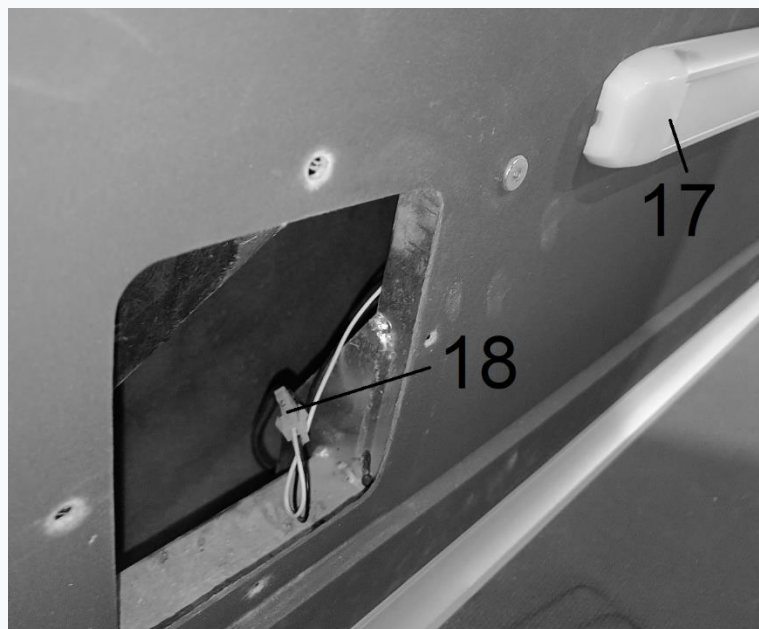

Рис. 6.12 Кріплення внутрішньої підсвітки причепа (18 – роз’єм, 17 – ліхтар підсвітки причепа)
- необхідно від'єднати контакт(18) (рис. 6.12)
- замінити підсвітку(17) та зібрати у зворотному порядку